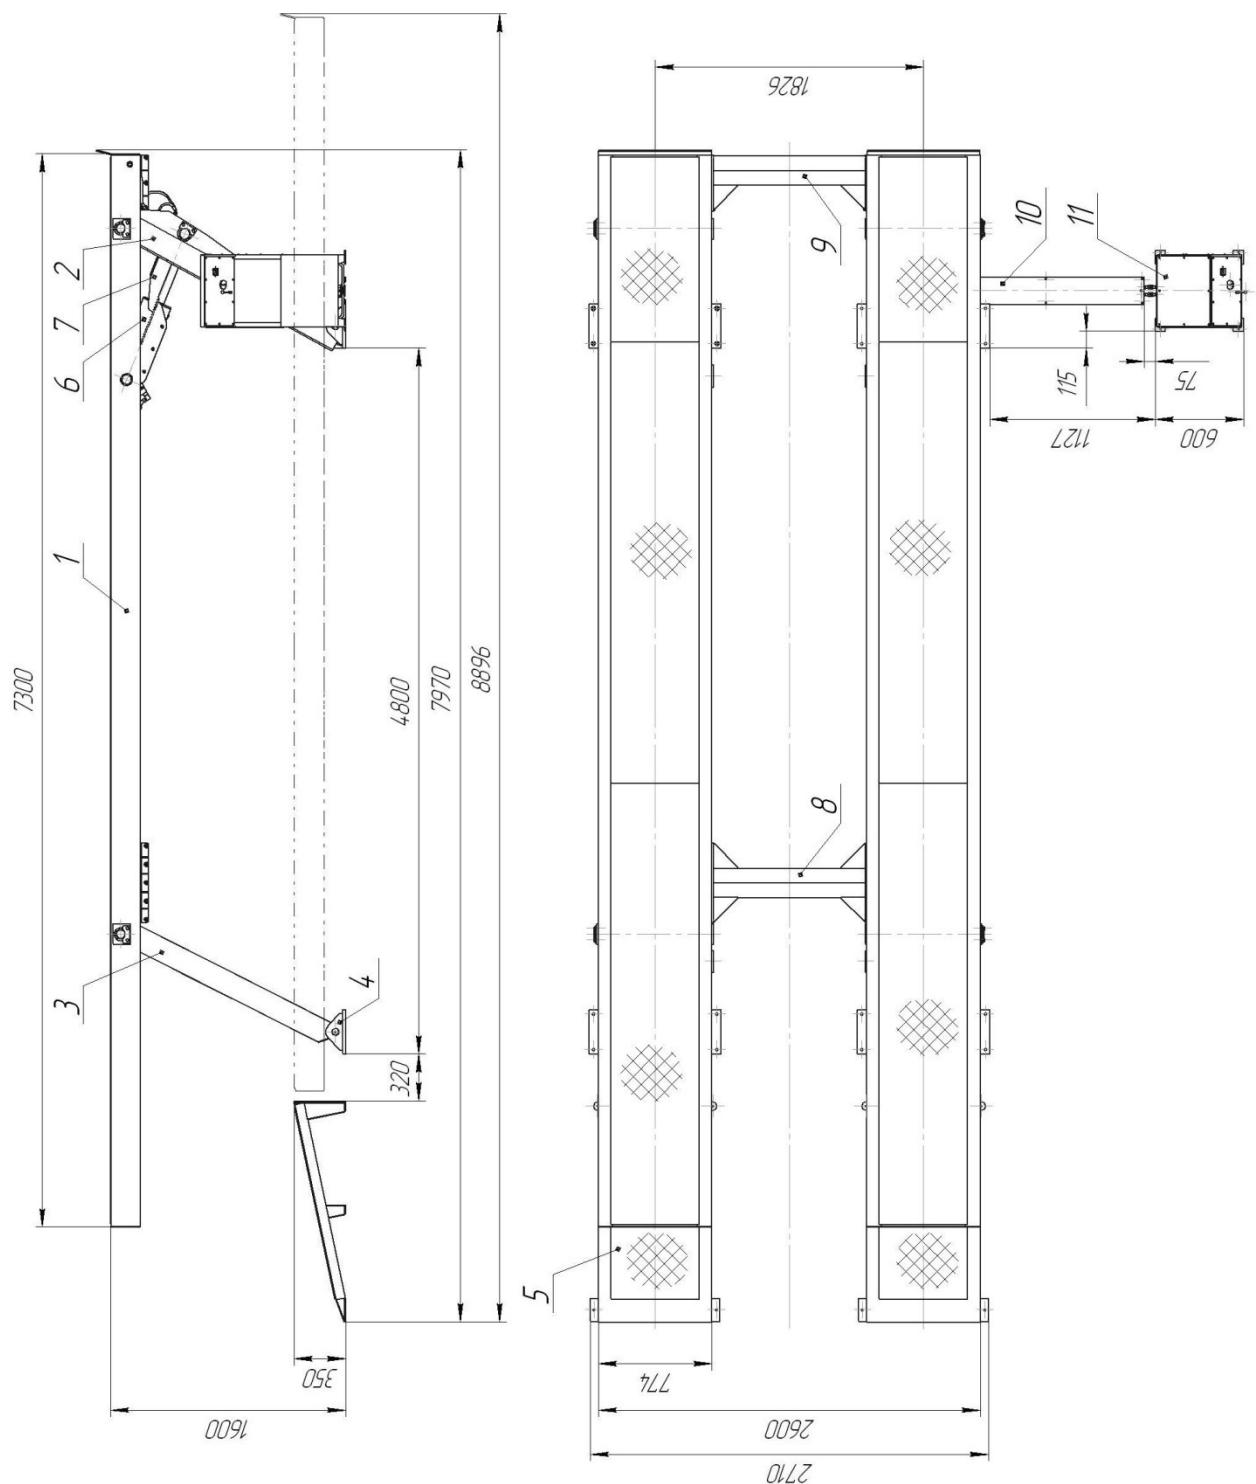

Рис.1 Общий вид платформы подъемной 12Г272М1
Платформа (рис.1) представляет собой стационарный подъемник, состоящий из основной части в виде шарнирного 4-х звенника с электрогидравлическим приводом.
**1.1** Правую и левую половины платформы (поз. 1, рис.1) установить на временные подставки (подкладки), высота которых обеспечит доступ для монтажа поперечин (поз. 8 и 9).
**1.9** Внутри поперечины (поз. 9 рис. 1) смонтировать поперечные трубопроводы и соединить дренажные трубы.
**1.12** Присоединить к пульту управления короб с трубами (рис. 1 поз. 10) и закрепить его анкерами-шпильками Hilti HST M8x75/10.
**1.18** Установите в проектное положение скаты (рис. 1. поз. 5). Расстояние от верхней кромки ската до края платформы в опущенном состоянии 70 мм. Закрепите скаты анкерами-шпильками Hilti HST M12x115/20.